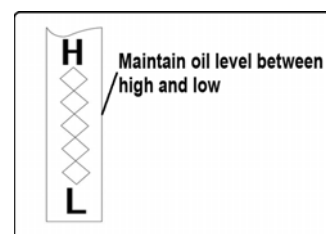

Рис. 26
4. Открутите и снимите крышку заливной горловины с трубки заливной горловины. Обратите внимание на уровень масла. если показания масла на щупе ниже отметки «НИЗКИЙ», медленно добавляйте масло до уровня «ВЫСОКИЙ». См. рис. 26.